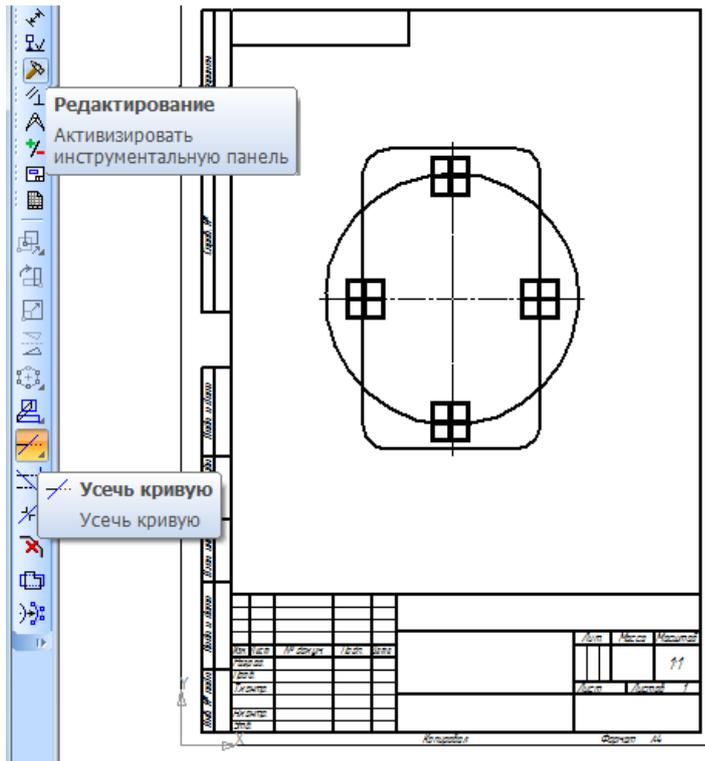

Рисунок 15
8. Выберите на компактной панели **Редактирование** команду **Усечь кривую**. Щелкните на лишних участках линий левой кнопкой мыши (рисунок 15). Лишние линии будут удалены.